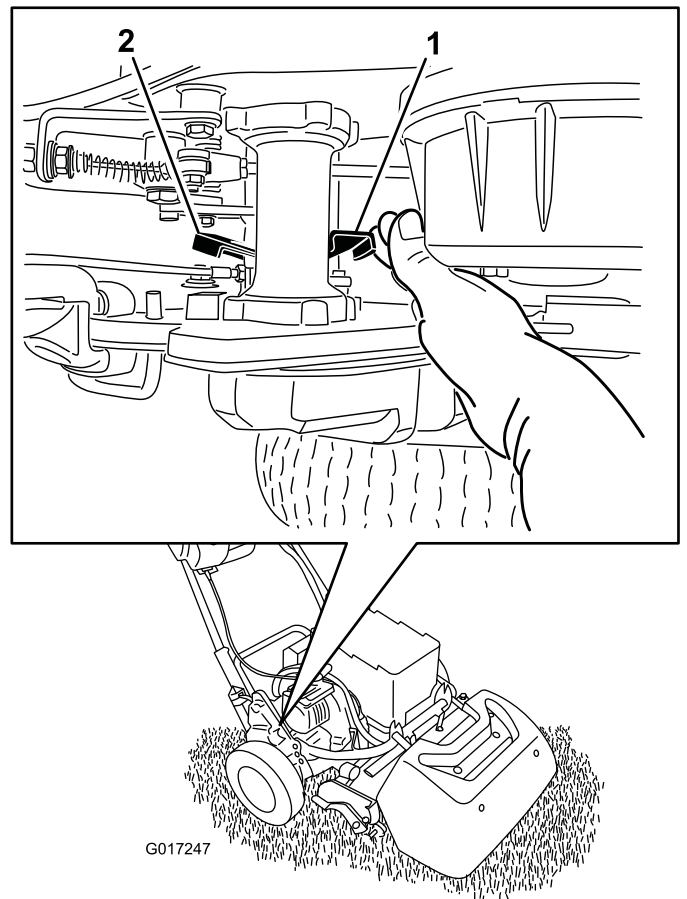

Figura 36
1. En la esquina derecha trasera de la máquina, localice la palanca de engranado/desengranado de la tracción junto al tambor del alojamiento de la transmisión (Figura 36).